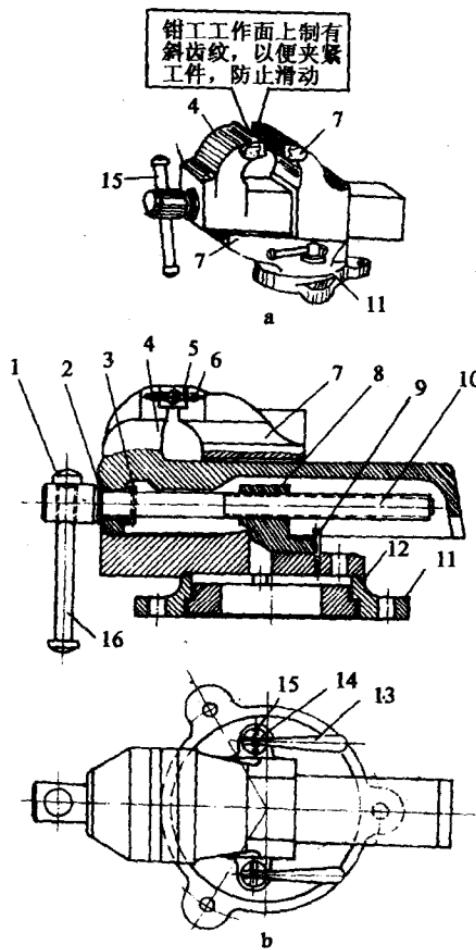

图 1-4 回转式虎钳
(3) 台虎钳：它分固定式和回转式两种。回转式台虎钳使用方便，应用广泛。图 1-4 所示是一种常见的回转式台虎钳，图 1-4a 为外形图，图 1-